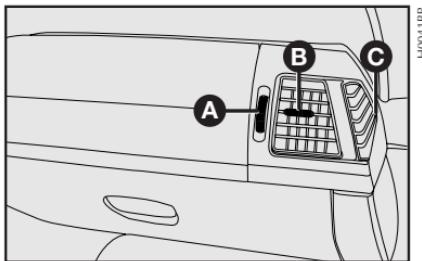

fig. 52
**C** - Difusor fijo para los vidrios laterales **fig. 52**.